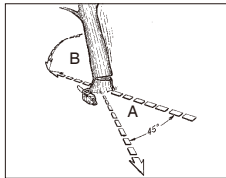

Fig. 11A
**⚠ADVARSEL:** En rømningsbane (A) bør planlegges og ryddes som nødvendig før kutting startes. Rømningsbanen bør strekke bakover og diagonalt til baksiden av det forventede fallområdet, som illustrert i Fig. 11A.
**MERK:** Fallretningen (B) kontrolleres av styreskåret. Før noen kutt gjøres, må du vurdere plasseringen av større grener og hvordan treet lener seg naturlig for å fastslå hvordan treet vil falle.
**⚠ADVARSEL:** Etter hvert som hovedskåret kommer nært til hengelsen, bør treet begynne å falle. Når treet begynner å falle, må du fjerne sagen fra skåret, stoppe motoren, sette ned motorsagen, og forlate område langs rømningsbanen (Fig. 11A).